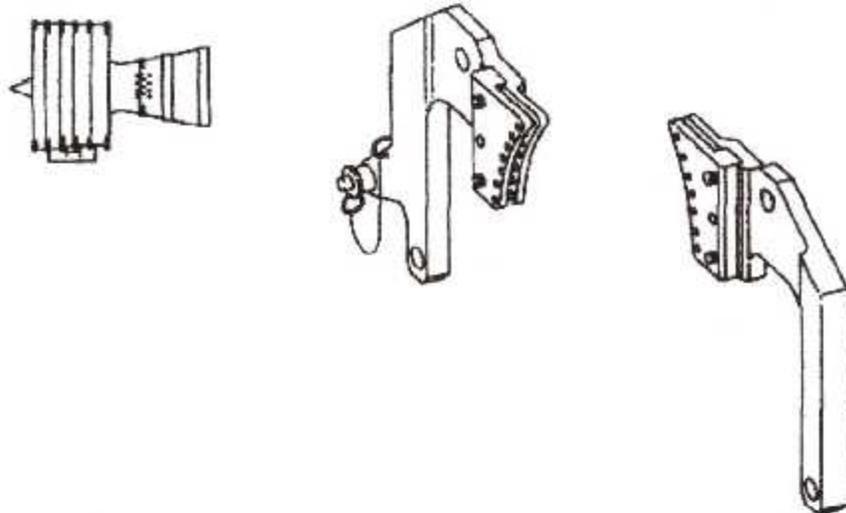

Fig.III. 28 : Bracket Set (Ferrures d'Assemblage), 856A1491G02
9. Installation de Bracket Set (Ferrures d'Assemblage), 856A1491G02. (fig. III. 28) et (fig. III. 29).